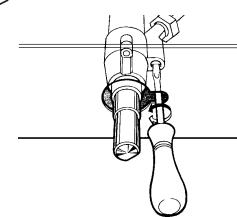

fig.10
- retire o botão e move o parafuso de regulação situado à direita da torneira (fig. 10) até obter uma pequena chama regular, mediante uma chave de fenda (ao desatarrar o parafuso, o mínimo aumenta; ao atarraxar, diminui).